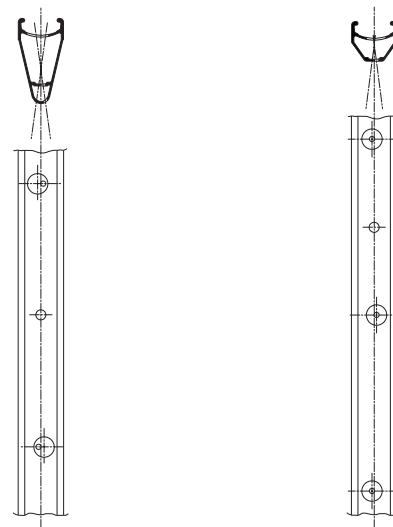

Fig. 59
- I fori per i raggi di destra e di sinistra non sono allineati, ma sono leggermente spostati rispettivamente verso destra e verso sinistra (Fig. 59).
- The holes for the RH and LH spokes are not aligned but slightly offset respectively to right and left (Fig. 59).
- Die Bohrungen für die Speichen der rechten und der linken Seite sind nicht gerade ausgerichtet, sondern jeweils leicht nach recht bzw. nach links verschoben (Abb. 59)
- Les trous pour les rayons de droite et de gauche ne sont pas alignés, ils sont légèrement décalés respectivement vers la droite et vers la gauche (Fig. 59).
- Los orificios de los radios de la derecha y de la izquierda no están alineados, sino que están desplazados un poco, respectivamente, hacia la derecha y hacia la izquierda (Fig. 59).